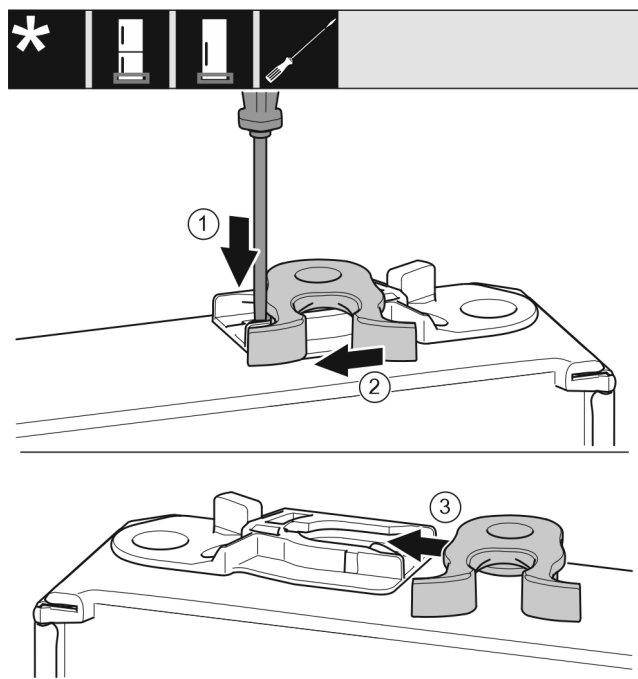

Fig. 18
- ▶ Premere la linguetta verso il basso con un cacciavite a testa a intaglio. Fig. 18 (1)
- ▶ Estrarre il gancio di chiusura dalla guida. Fig. 18 (2)
- ▶ Spingere il gancio di chiusura sull'altro lato nella guida. Fig. 18 (3)